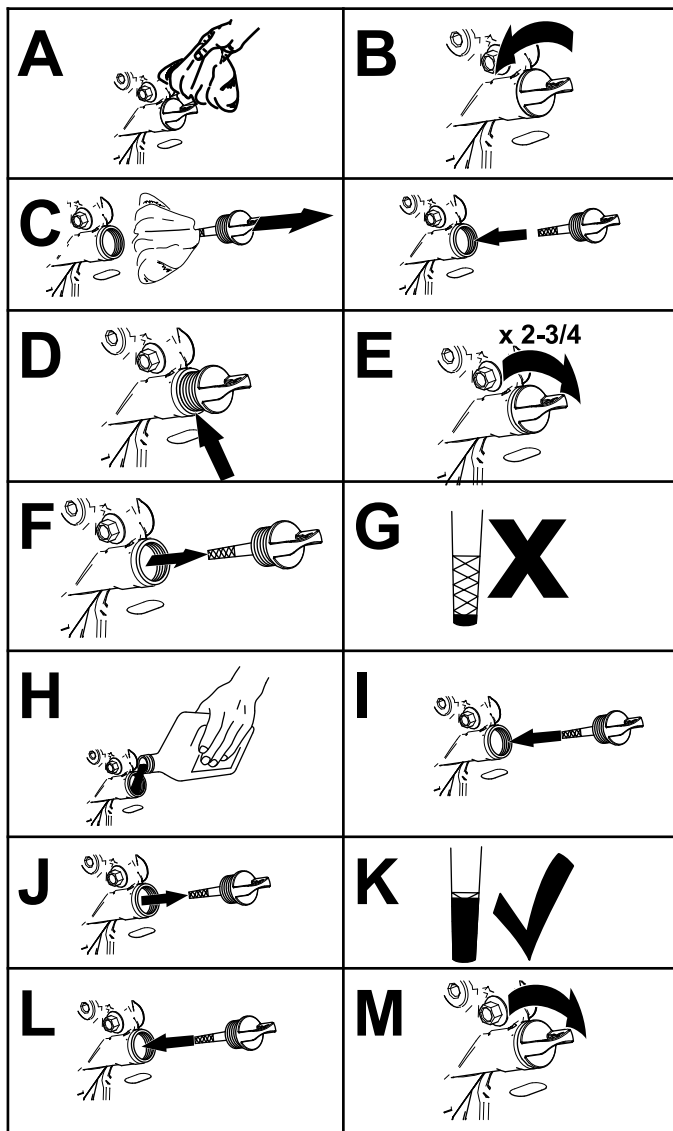

Figura 35
- Compruebe el nivel de aceite del motor, según se muestra en Figura 35.